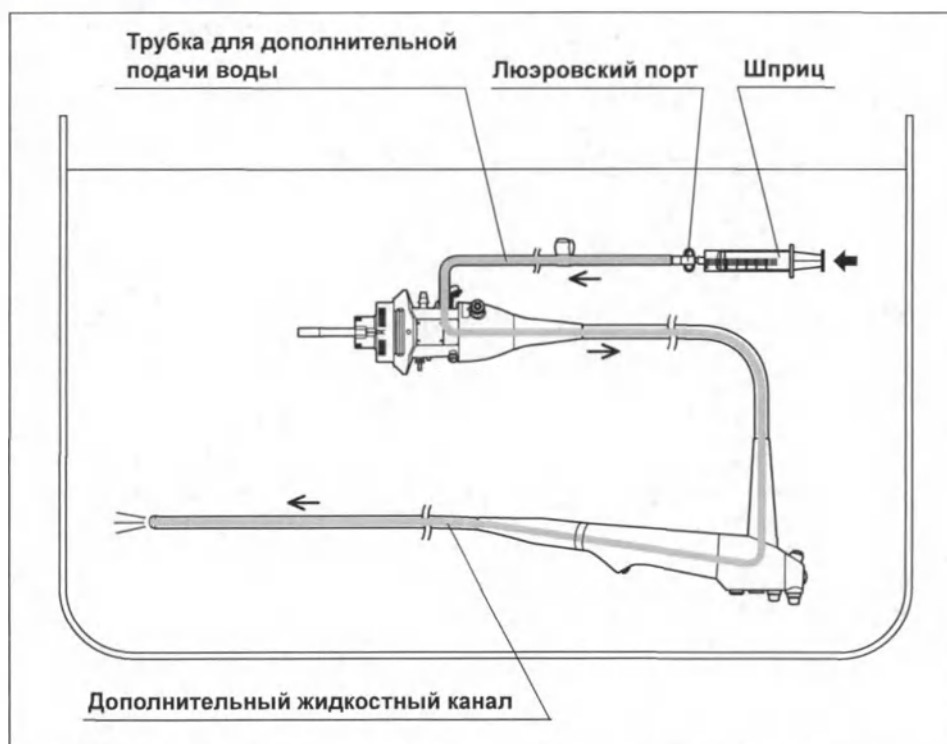

Рисунок 5.67
- 8 Заполните воздухом и присоедините к люэровскому порту трубки для дополнительной подачи воды шприц, продуйте канал дополнительной подачи воды, используя 30 мл воздуха. (См. рис. 5.67)
- 12** Полностью погрузив шприц в воду для промывания, медленно наполните его водой для промывания, подсоедините шприц к люэровскому порту трубки для дополнительной подачи воды (MAJ-855) и промойте канал дополнительной подачи воды 30 миллилитрами воды для промывания. (См. рис. 5.67)